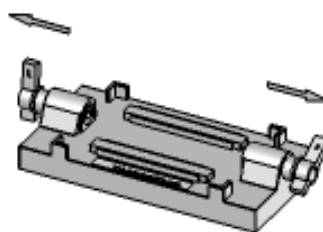
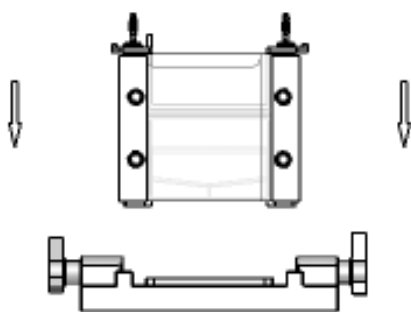

图 4. 将制胶架凸轮往两边拉开
图 5. 本体放入制胶架
e. 将制胶架凸轮往两边拉开（图4），本体放入制胶架（图5），插入并旋紧凸轮使其玻板底部压紧